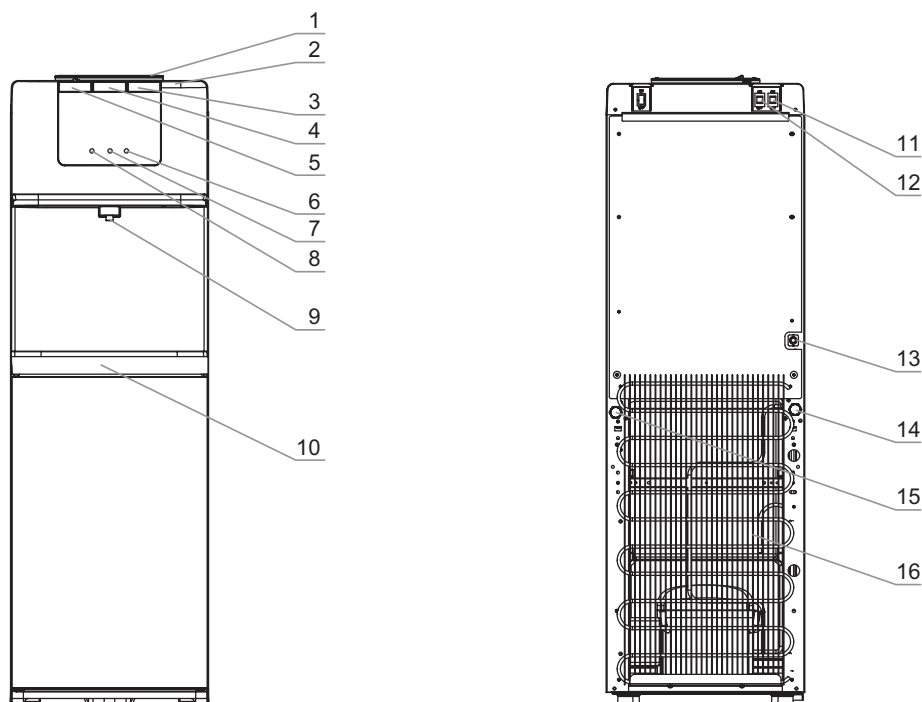

Рис. 1. Схема аппарата V8020
Поставьте чашку или другую емкость для воды на лоток каплесборника (рис. 1–10) под кран подачи воды.
Чтобы налить горячую воду нажмите и удерживайте клавишу подачи горячей воды (рис. 1–5), сдвинув влево замок. Чтобы налить воду комнатной температуры или холодную воду, нажмите и удерживайте клавиши подачи воды комнатной температуры (рис. 1–4) или холодной воды (рис. 1–3). В силу технических особенностей кранов допустимо подкапывание воды в объеме 5–10 мл, после каждого использования аппарата, капли стекают в лоток каплесборника (рис. 1–10).
Выключатели нагрева (рис. 1–11) и охлаждения (рис. 1–12)
Индикатор нагрева воды (рис. 1–7) горит, когда аппарат нагревает воду.
Индикатор охлаждения воды (рис. 1–6) горит, когда аппарат охлаждает воду.
Перед первым использованием рекомендуется слить по 500 мл воды через каждый кран. Если кабель электропитания (рис. 1–13) и выключатель нагрева (рис. 1–11) были
Когда Вы убедились, что вода из крана подачи воды идет непрерывной струёй, установите выключатели нагрева и охлаждения (рис. 1–11, 1–12) в положение **I**.
1. Сразу установите выключатели нагрева и охлаждения (рис. 1–11, 1–12) в положение **O**.
4. Убедившись, что вода из крана подачи воды идет непрерывной струёй, установите выключатели нагрева и охлаждения (рис. 1–11, 1–12) в положение **I**.
Отключение и включение нагрева и охлаждения при замене бутылки осуществляется исключительно с помощью выключателей нагрева и охлаждения (рис. 1–11, 1–12), а не кабелем электропитания. После кратковременного отключения аппарата от сети электропитания повторное включение допускается через 2–3 минуты.
3. Снимите съёмные детали с аппарата (рис. 1–1, 1–10) и тщательно промойте их с небольшим количеством моющего раствора, предназначенного для мытья посуды.
4. Остатки воды в системе необходимо слить через сливные отверстия (рис. 1–14, 1–15), расположенные на задней стенке аппарата, после чего закрыть отверстия.
6. Промойте аппарат чистой водой: необходимо залить в систему около 4 литров чистой воды, затем слить через кран подачи воды (рис. 1–9) и отверстия для слива (рис. 1–14, 1–15). При необходимости повторите процедуру.
5. Остатки воды в системе необходимо слить через сливные отверстия (рис. 1–14, 1–15), расположенные на задней стенке аппарата, после чего закрыть отверстия.